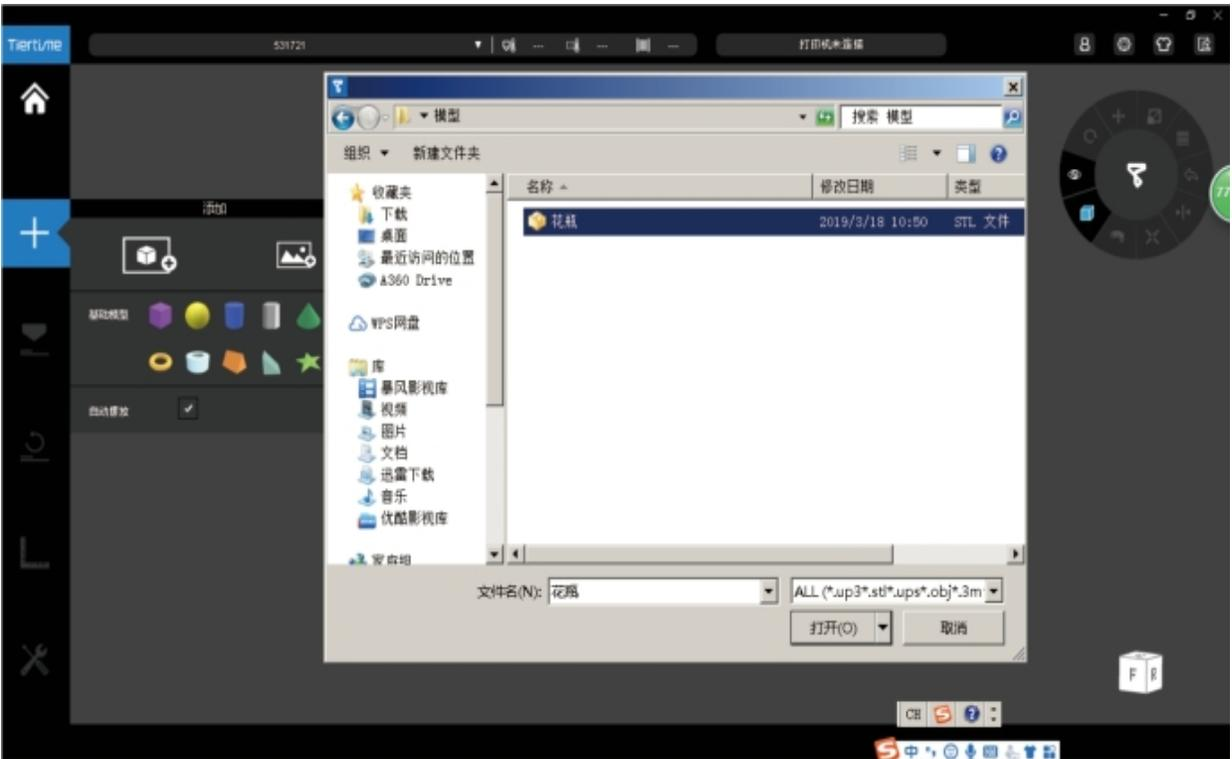

图7-1-18 添加模型
③单击“添加”→“添加模型”→选择花瓶模型→“打开”，如图7-1-18所示。